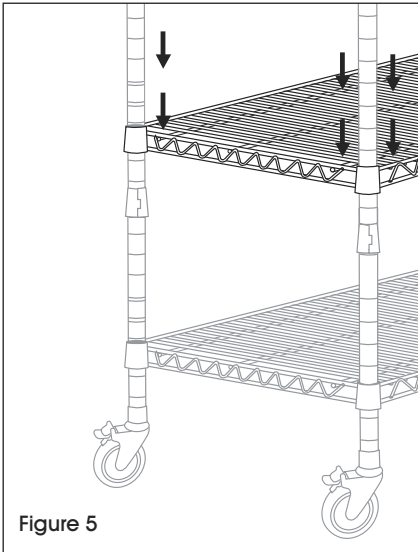

Figure 5
4. Déterminez la hauteur de la tablette suivante, installez les supports, puis ajoutez et fixez la tablette. Répétez l'étape 4 pour ajouter les tablettes restantes. (Voir Figure 5)